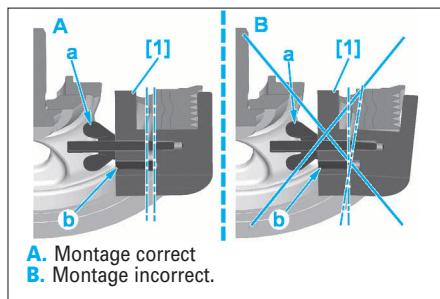

FIG. 23
- Serrer l'écrou à oreilles (a) en respectant le parallélisme entre les faces des 2 éléments de l'outil [1] (Fig.23).